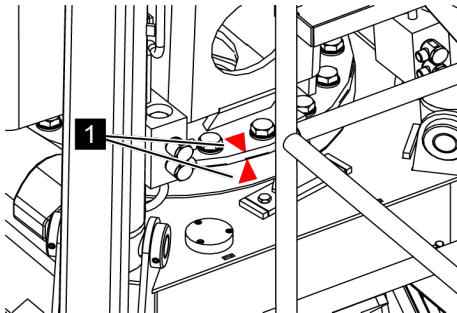

Fig. 88: Flèche rouge
- S'assurer que les flèches rouges (Voir la Fig. 88/1) sur la couronne d'orientation soient en face lors de la rentrée en position de transport.